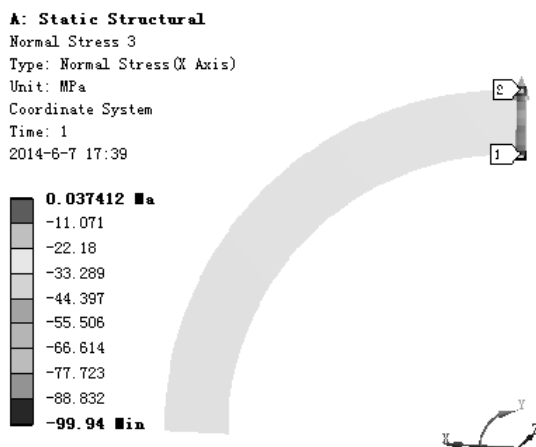
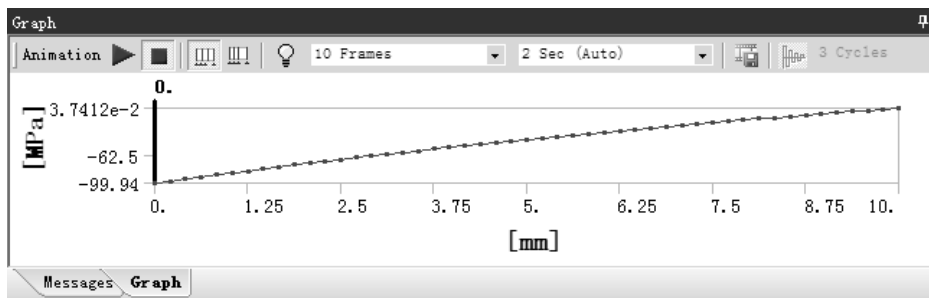

图 7.5.31 径向应力 (路径 Path) 结果图解
图 7.5.32 径向应力 (路径 Path) 图表
(5) 查看沿路径 Path 径向应力结果图解。在“Outline”窗口中选中 Normal Stress 3，查看图 7.5.31 所示的径向应力(路径 Path)结果,其最小应力为-99.94MPa,最大应力为 0.037412 MPa; 在“Graph”窗口中显示图 7.5.32 所示的路径图变化情况。